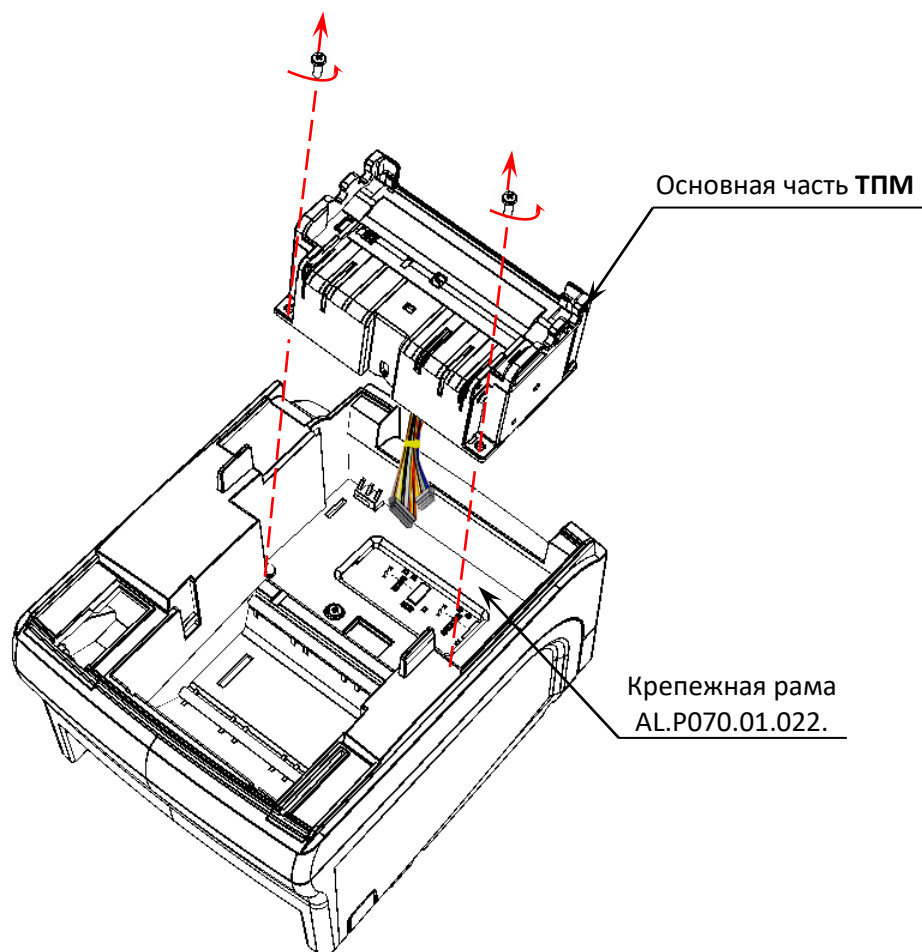

Рисунок 26. Установка **ТПМ** (крышка изделия условно не показана).
12. Извлечь основную часть ТПМ из корпуса, аккуратно продев кабели сквозь проем крепежной рамы (рисунок 26).